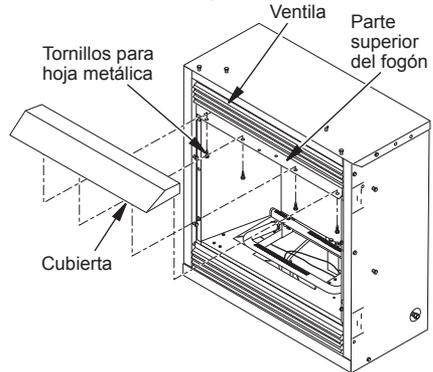

Figura 4 - Ensamblaje de la cubierta
6. Introduzca los tornillos como se muestran en la figura 4. Apriete los tornillos firmemente.